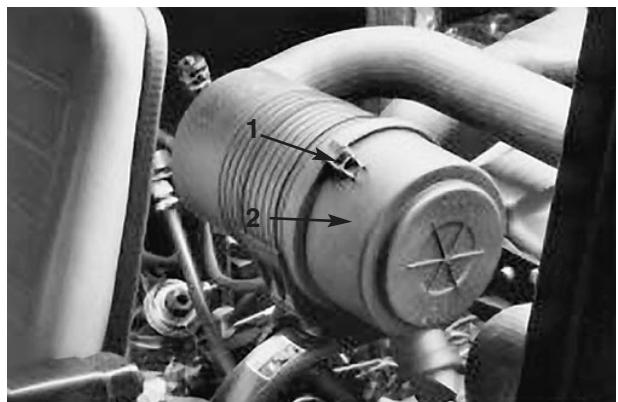

Figure 39
2. Sortez l'élément primaire (Fig. 39) du corps du filtre avec précaution pour ne pas déloger trop de poussière. Evitez de cogner l'élément contre les parois du filtre. N'enlevez pas l'élément de sécurité.